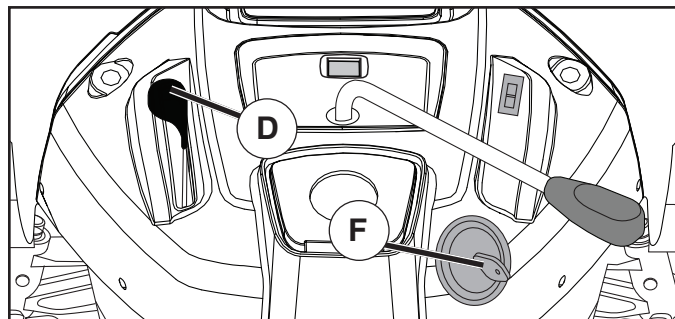

Fig. 10
PARA USAR EL CONTROL DE LA ACELERACIÓN (D) (Vea Fig. 10)